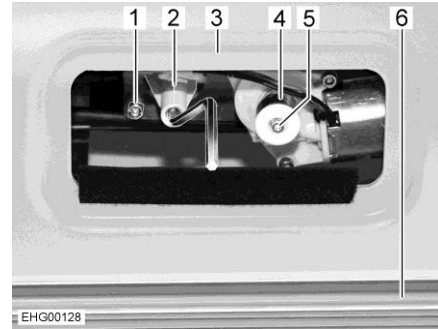

Fig. 47 Accesso al motore
- Rimuovere il diaframma removibile sopra il rivestimento del parabrezza (Fig. 47,3). Il motore (Fig. 47,1) è accessibile.
- Rimuovere la bussola di plastica (Fig. 47,4).
- Premere e tenere premuto il bottone di sicurezza bianco (Fig. 47,5).
- Posizionare la manovella sul suo attacco (Fig. 47,2).
- Con la manovella, spostare la tendina oscurante pieghevole (Fig. 47,6) verso l'alto o verso il basso.
- Dopo aver allontanato le due barre di presa dalla visuale: Estrarre di nuovo il bottone di sicurezza (Fig. 47,5).